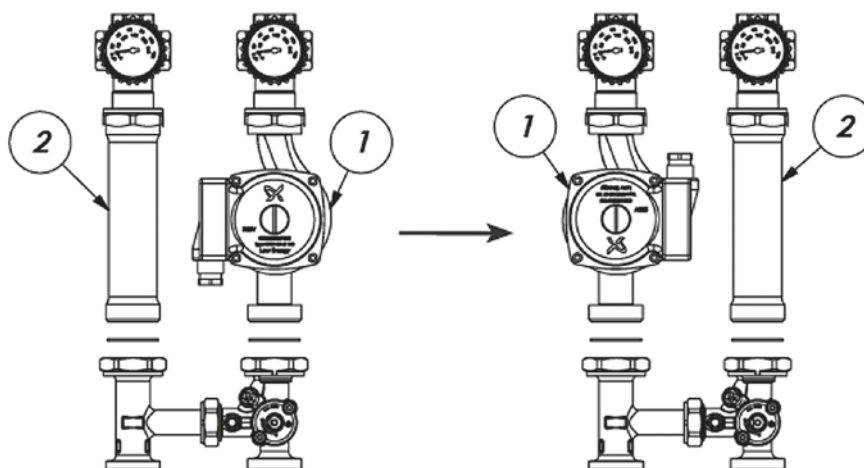

Рис. 11.10. Трансформация насосных узлов. 1 – насос; 2 – вставка-удлинитель
Большинство узлов трансформируемые из правого вида в левый. Трансформация правого узла в левый производится путем перемены местами (перемонтажа) насоса 1 и вставки-удлинителя (2) (см. рис. 11.10).